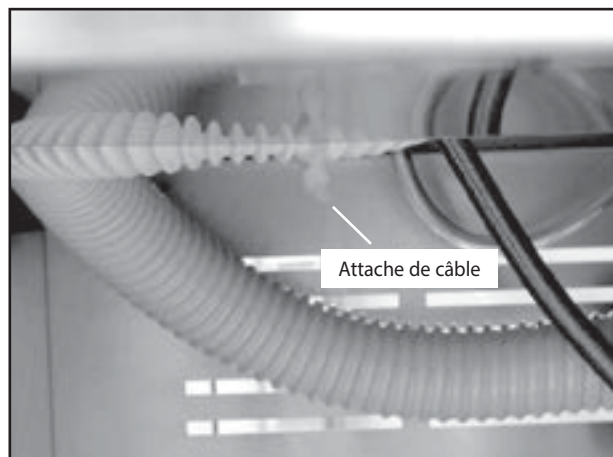

Fig. 57
14. Faire remonter le tuyau de drain d'évier et sur le bord du panneau latéral (Fig. 56). Ceci pour empêcher toute interférence entre ce tuyau et le panier supérieur. Ceci crée également un drainage approprié de l'évier vers le réservoir d'eau. Et/ou utiliser l'attache de câble fournie pour soutenir le tuyau (Fig. 57).